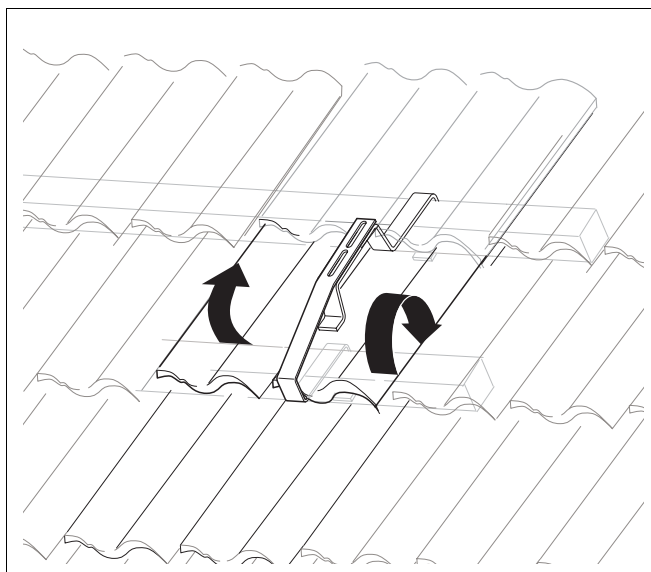

Fig. 22 Enganchar el complemento de gancho de tejado
- ▶ Levante la teja común o la teja flamenca correspondiente (fig. 22).